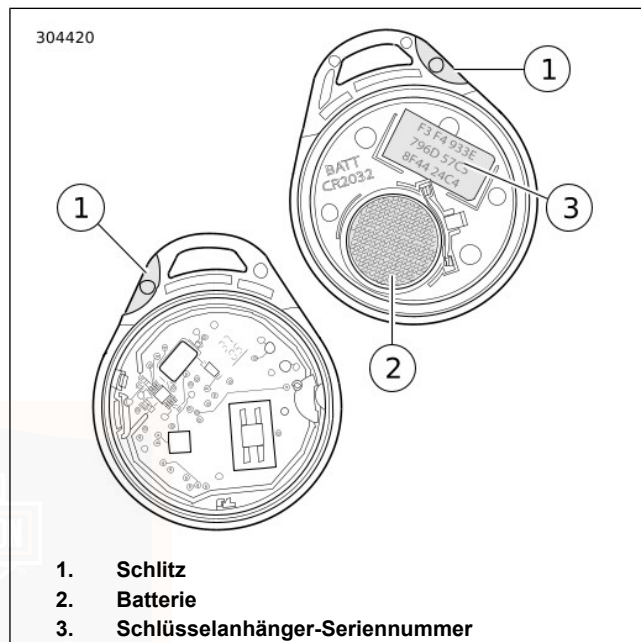

Abbildung 22. Schlüsselanhängerbatterie
1. Siehe Abbildung 22. Eine dünne Klinge im Schlitz (1) an der Seite des Schlüsselanhängers langsam verdrehen, um die beiden Hälften zu trennen.
2. Die Batterie (2) entfernen und entsorgen.